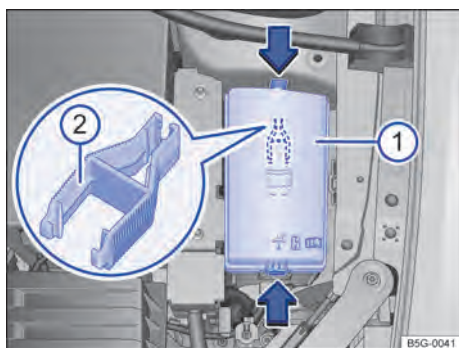

Fig. 193 No compartimento do motor: cobertura ❶ da caixa de fusíveis com pinça de plástico ❷.
→ Fig. 193 ❶, para destravar a cobertura da caixa de fusíveis.
No lado interno da cobertura da caixa de fusíveis no compartimento do motor pode haver uma pinça de plástico → Fig. 193 ❷ para a retirada dos fusíveis.
❶ NOTA